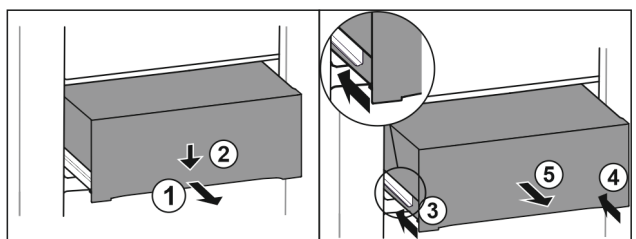

Fig. 91
- ▶ Trekk skuffen ut halvveis. Fig. 91 (1)
- ▶ Skyv skuffen foran nedover. Fig. 91 (2)
- ▶ Sett inn den venstre skinnen ca. 2 cm. Fig. 91 (3)
- ▶ Sett inn den høyre skinnen ca. 2 cm. Fig. 91 (4)
- ▶ Ta ut skuffen framover. Fig. 91 (5)